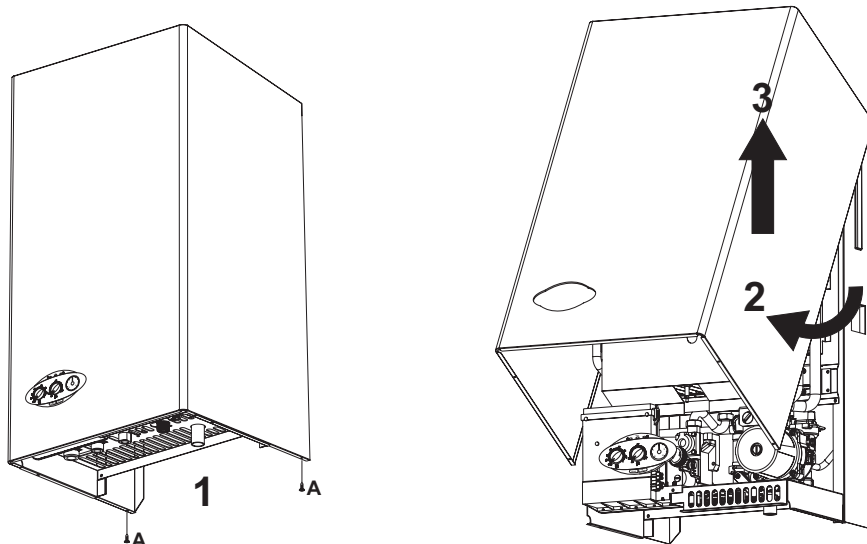

рис. 9 - Демонтаж кожуха
1. Отвинтите винты "А" (см. рис. 9).
2. Поверните кожух (см. рис. 9).